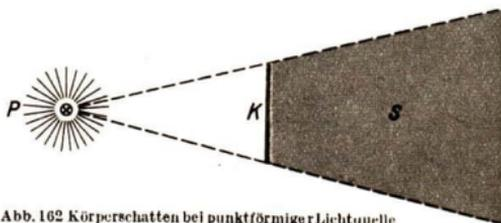

Abb. 162 Körperschatten bei punktförmiger Lichtquelle
**2. Der Schatten.** Bringen wir einen undurchsichtigen Körper  $K$  (Abb. 162) in den Strahlengang einer punktförmigen Lichtquelle  $P$ , so erscheint die dem Licht zugekehrte Hälfte des Körpers hell, die dem Licht abgekehrte bleibt dunkel. Wir sprechen vom *Eigenschatten* des Körpers. Ein hinter den Körper gehaltener weißer Papierschirm zeigt einen dunklen Fleck, den *Schlagschatten*.
jeweils einer der beiden Lichtquellen. Wiederhole den Versuch daneim, indem du den Körper in den Strahlengang einer großen kugelförmigen Küchenlampe bringst! Bei einer *ausgedehnten*, nicht mehr punktförmigen Lichtquelle geht der Kernschatten allmählich in den Halbschatten und dieser allmählich in das voll erleuchtete Gebiet über; die scharfen Schattengrenzen, wie sie in Abb. 162 und 163 vorhanden sind, verschwinden.